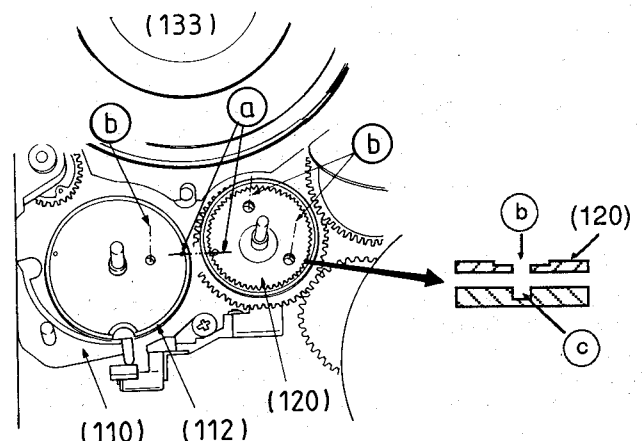
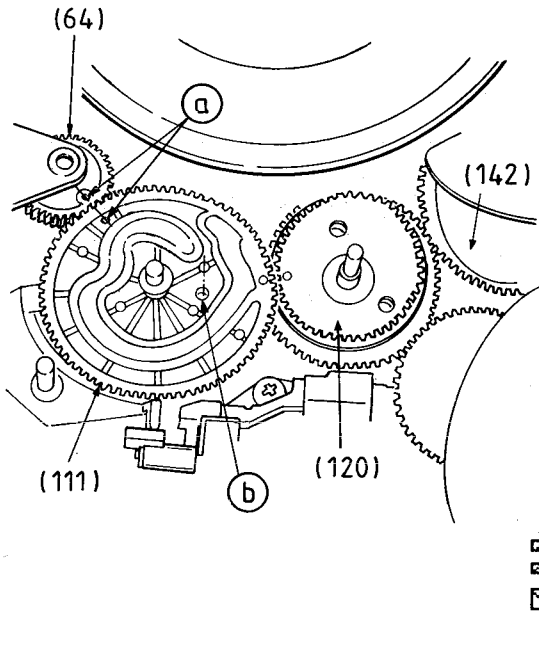
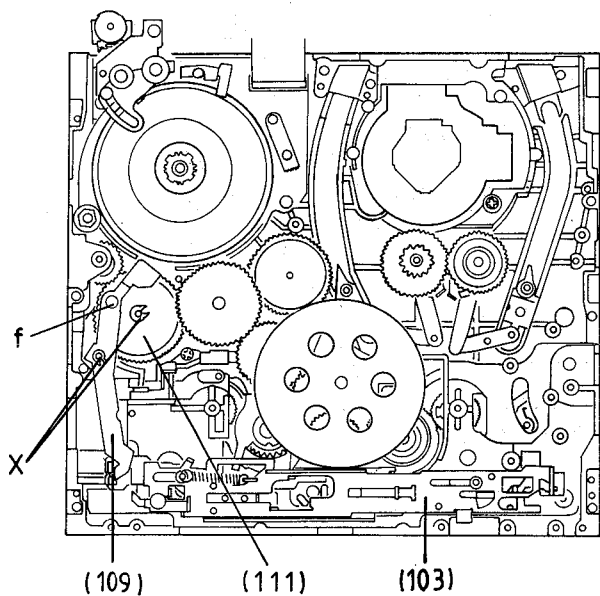

Fig. 49
Fig. 50
Fig. 55
7.1 Kurvenrad (112), Ringrad (120), Sperrhebel (110)
- Ringrad (120) so einbauen, daß die Markierungslöcher (b) im Ringrad mit den Markierungslöchern (c) im Laufwerkchassis übereinstimmen (Fig. 49).
- Kurvenrad (112) so einbauen, daß das Markierungsloch (b) mit dem Markierungsloch (c) im Laufwerk übereinstimmt und das Markierungsloch (a) dem Markierungsloch (a) des Ringrades (120) gegenübersteht.
- Sperrhebel (110) einsetzen.
7.2 Kurvenrad (111), Unteretzungszahnrad (64)
- Unteretzungszahnrad (64) von der Oberseite des Laufwerks einsetzen (Fig. 50).
- Kurvenrad (111) so auf das Kurvenrad (112) stecken, daß sich die Markierungslöcher (a) des Kurvenrades (111) und des Unteretzungszahnrads (64) gegenüberstehen. Gleichzeitig müssen die Markierungslöcher (b) der Kurvenräder (111) und (112) genau übereinander liegen (Fig. 49 / 50).
- Steuerhebel (109) so einbauen, daß dessen Steuerbolzen "f" in die Steuerkurve des Kurvenrades (111) und der Abzug in die Aussparung des Hauptsteuerschiebers (103) eingreift (Fig. 55).
7.1 Sub Cam Gear (112), Ring Gear (120), Locking Lever (110)
- Fit the ring gear (120) so that the marked holes (b) in the Ring Gear lines up with the marked holes (c) in the mechanical chassis (Fig. 49).
- Fit the Sub Cam Gear (112) so that the marked hole (b) lines up with the marked hole (c) in the mechanics and that the marked hole (a) faces towards the marked hole (a) on the Ring Gear (120).
- Fit the Locking Lever (110).
7.2 Cam Gear (111), Reduction Toothed Gear (64)
- Fit the Reduction Toothed Gear (64) from the top of the mechanics (Fig. 50)
- Fit the Cam Gear (111) onto the Sub Cam Gear (112) so that the marked holes (a) on the Cam Gear (110) and the Reduction Gear (64) are aligned towards each other. In this position the marked holes (b) on the Cam Gears (111) and (112) must lie accurately over each other (Fig. 49 / 50).
- Fit the Control Lever (109) so that the Drive Bolt "f" engages with the cam curve of the Cam Gear (111) and the bent part with the gap in the main control lever (103), Fig. 55.